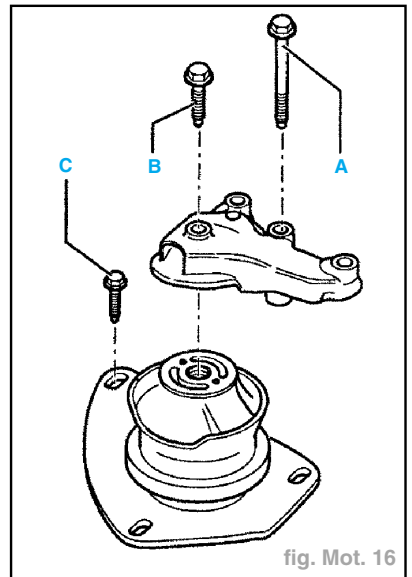

fig. Mot. 16
- dévisser les vis de fixation (A) et (B) et déposer la fixation de l'ensemble mécanique au complet (fig. Mot. 16),